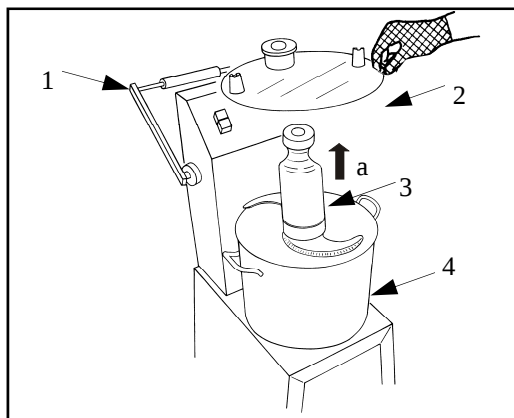

ABB. Nr. 10 -Reinigung der Maschine
6.2 - REINIGUNG DER MASCHINE (siehe ABB. Nr. 10)
NB.: Während der Reinigung der Maschine immer Schutzhandschuhe tragen (siehe ABB. Nr. 10).